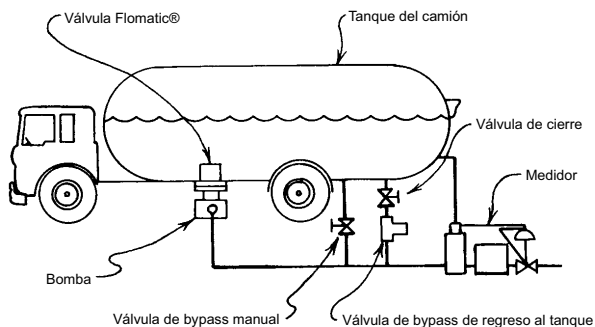

Figura 8b. Diagrama de descarga de un camión de reparto con válvula de bypass
1. Revise la tubería de derivación de la bomba. Si su camión está equipado con una válvula de derivación manual, ciérrela y vuelva a probar la bomba. (Figura 8b). Si el eje indicador de la válvula Flomatic® se mueve a la posición abierta, el problema es que la bomba no puede desarrollar 20 libras por pulgada cuadrada o más para "empujar" la apertura de la válvula Flomatic® con la válvula de derivación abierta. Puede evitarlo en el futuro no abriendo demasiado la válvula de derivación manual.